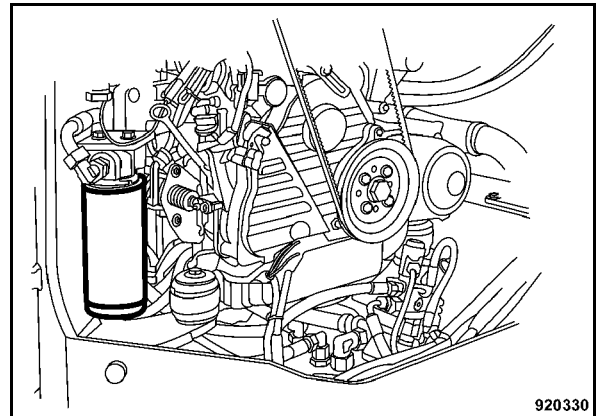

Fig. 136
- Allentare e svitare la cartuccia del filtro (Fig. 136) con una chiave a nastro adeguata.